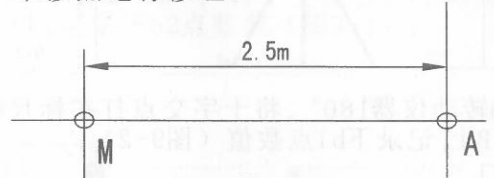

图7
- (1) 找一平整墙面，在距墙5米处架设仪器，找平水泡。
- (2) 把仪器安装在升降架或三脚架上，且正对墙面。
- (3) 打开激光输出H和V1，墙面上即显示呈十字形状的激光线，设十字线中心为A点。
- (4) 在水平线上分别记下A点和M点（两点相距约2.5m）（见图7）。
- (5) 转动仪器，使十字中心B点距A点5米。